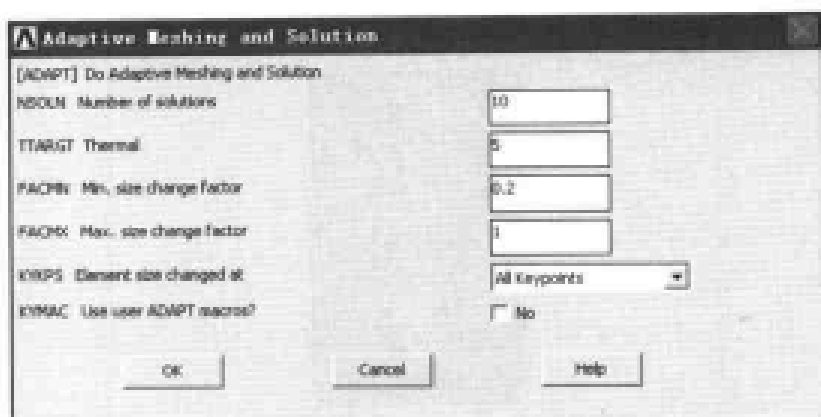

图 9-79 自适应网格划分与求解设置对话框
(4) 选择 Main Menu | Solution | Solve | Adaptive Mesh 命令, 出现 Adaptive Meshing and Solution 对话框, 参照图 9-79 对其进行设置, 单击 OK 按钮, ANSYS 将开始求解计算。